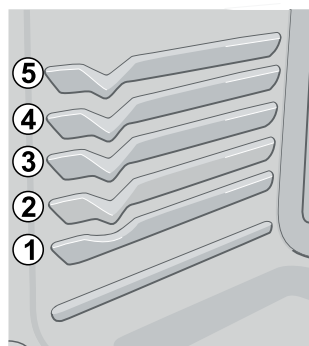
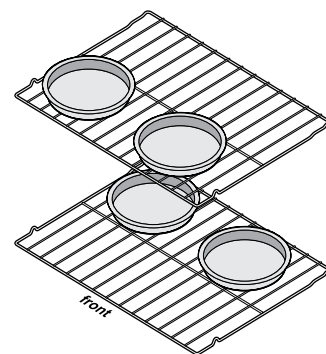

Figure 2
Figure 3
- Pour obtenir de meilleurs résultats lorsque vous utilisez deux grilles pour la cuisson des gâteaux, placez ces dernières aux positions 1 et 4 (Figure 2) et positionnez les ustensiles comme indiqué à la figure 3. Laissez au minimum 2 pouces (5 cm) d'espace entre les ustensiles pour permettre la circulation d'air.